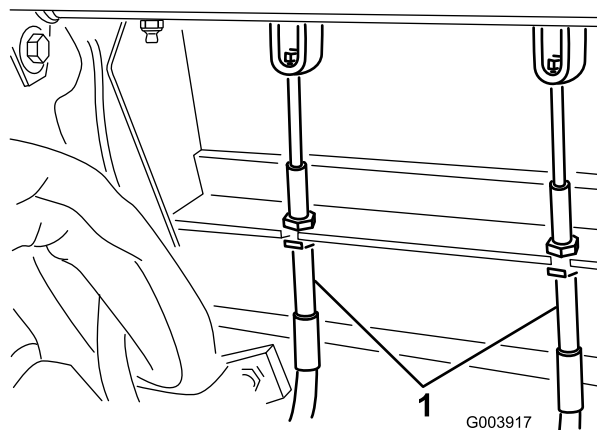

Bild 68
2. Ziehen Sie zum Reduzieren des Spiels der Bremspedale die Bremsen fester – lockern Sie dazu die vordere Mutter am Gewindeende des Bremszugs (Bild 68).